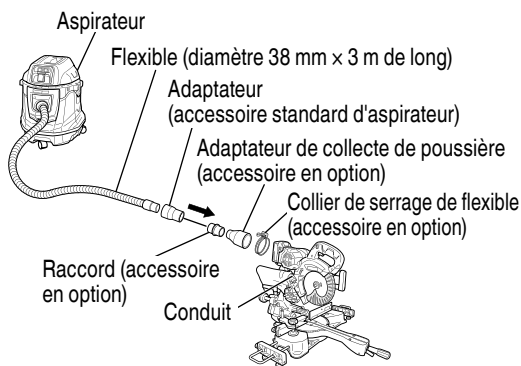

Fig. 52
15. Connexion de l'extracteur de poussière (vendu séparément) (Fig. 52)
La connexion est effectuée en appuyant dans la direction de la flèche. (Fig. 52)